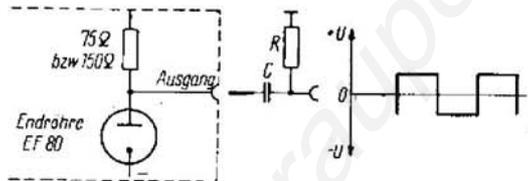

Bild 7 Ausgangsschaltung des RWG 4 mit RC-Kombination
3.1.2 Der Ausgang wird gleichstromfrei beim Anschluß einer der eingestellten Frequenz entsprechenden RC-Kombination (Bild 7)